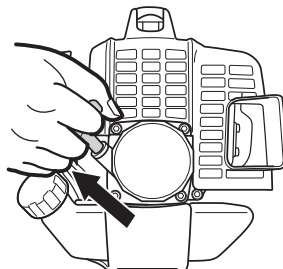

Fig. 11
- (4) Tire enérgicamente del arrancador de retroceso, tomando la precaución de mantener el asidero bien sujeto para evitar que se escape de la mano. (Fig. 11)
- (6) Vuelva a tirar enérgicamente del arrancador de retroceso. (Fig. 11)